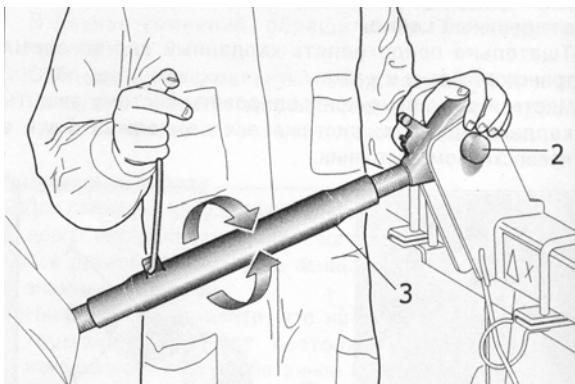
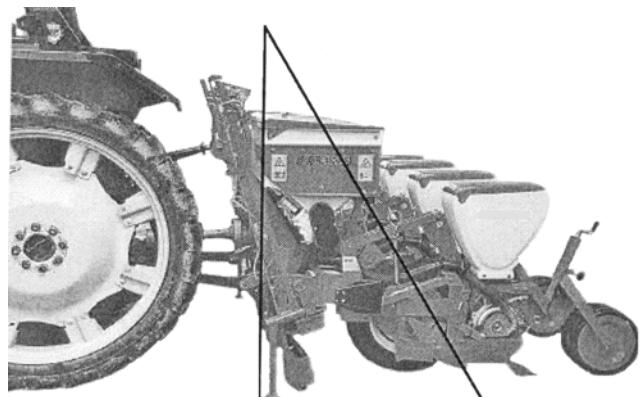

Рис.5
Рис.6
3. Соедините центральный винт с третьей верхней точкой поз.2(Рис. 5). Заблокируйте ось 2 (Рис.5) пружинным фиксатором.
Внимание. Сеялку установите на ровную площадку перпендикулярно (Рис. 6) при помощи центрального винта 3 (Рис. 5.) При не соблюдении данного условия будет нарушаться глубина заделки семян и удобрений, а так же износ и выход из строя некоторых узлов и деталей.
При установке необходимо контролировать, чтобы фиксатор шлицевого соединения на кардане совпал с пазом на ВОМ и на валу сеялки. После установки карданного вала необходимо убедиться в том, что его защитный кожух вращается свободно. После чего зафиксируйте его, перекинув через центральный винт (поз.3 Рис.5) цепь кожуха.